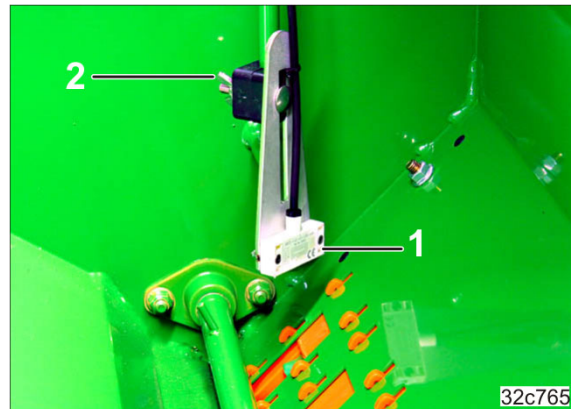

Fig. 145
1. Die Höhenlage des Füllstandssensors (Fig. 145/1) entsprechend der gewünschten Saatgutrestmenge einstellen.
2. Die Flügelmutter (Fig. 145/2) festziehen.